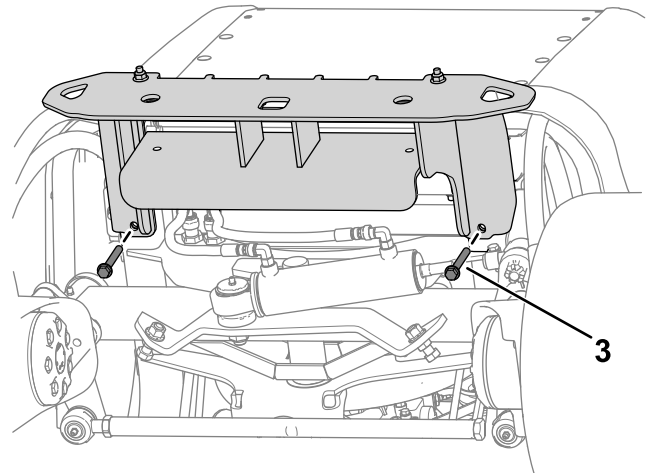

Bild 14
2. Befestigen Sie den oberen Bereich der Stoßstange mit vier Schrauben ( $\frac{3}{8}$ " x  $3\frac{1}{4}$ " ) und vier Muttern ( $\frac{3}{8}$ " ) am Maschinenrahmen (Bild 14).
3. Befestigen Sie die Stoßstange mit zwei Schrauben ( $\frac{3}{8}$ " x  $2\frac{3}{4}$ " ) und zwei Muttern ( $\frac{3}{8}$ " ) unter dem Maschinenrahmen (Bild 14).